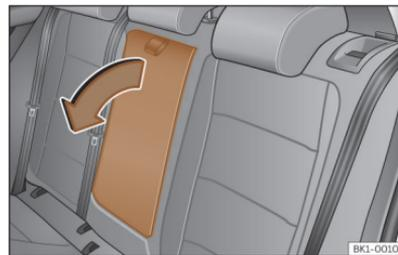

Fig. 97 Reposabrazos central trasero abatible (representación esquemática).
- Para *bajar* el reposabrazos, tire del lazo en el sentido de la flecha >>> **fig. 97**.